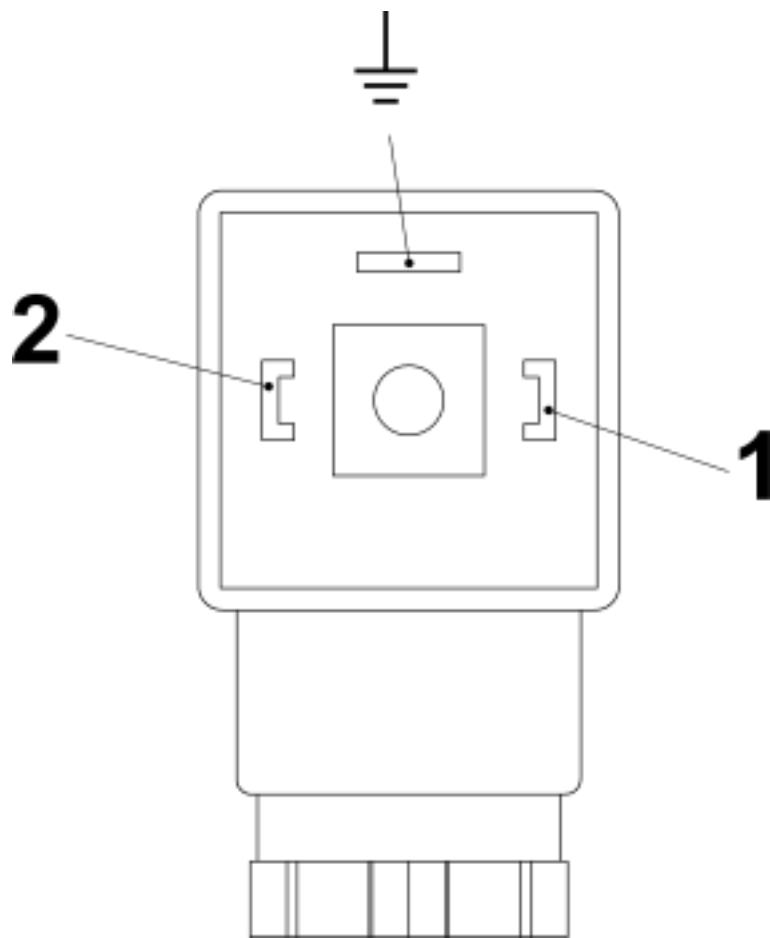
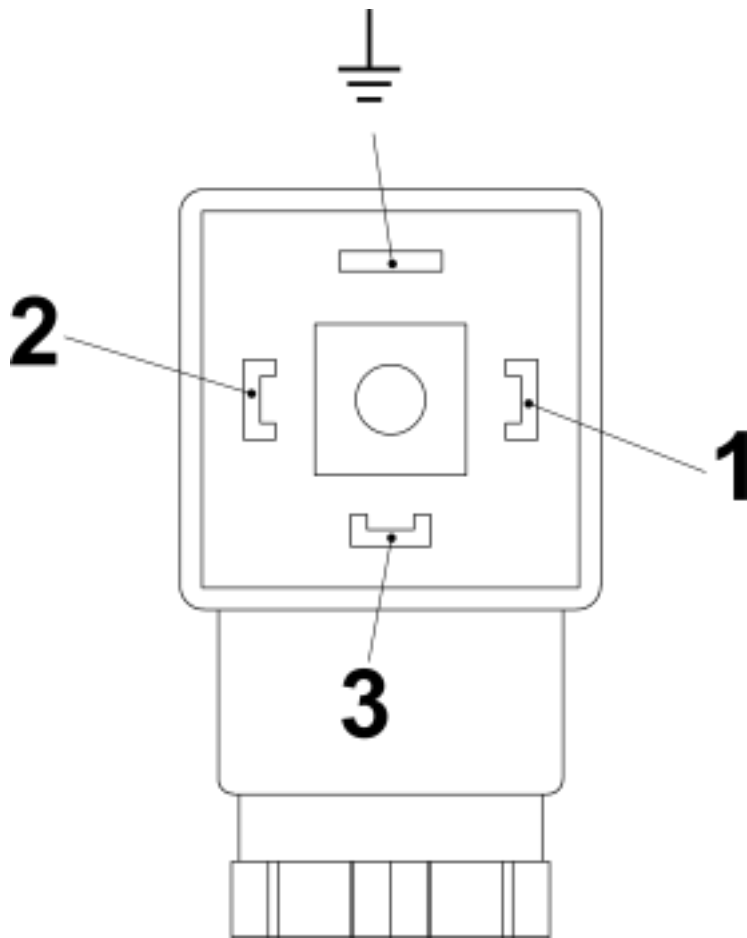

Abb. 31: Pin-Belegung Steckerdose Schließer (Schaltkontakt SG-30 mit Gerätestecker nach EN 175301-803)
Abb. 32: Pin-Belegung Steckerdose Wechsler (Schaltkontakt SG-30 mit Gerätestecker nach EN 175301-803)
6. ➤ Schließen Sie das Kabel gemäß den Anschlussbildern (Abb. 31 und Abb. 32) an